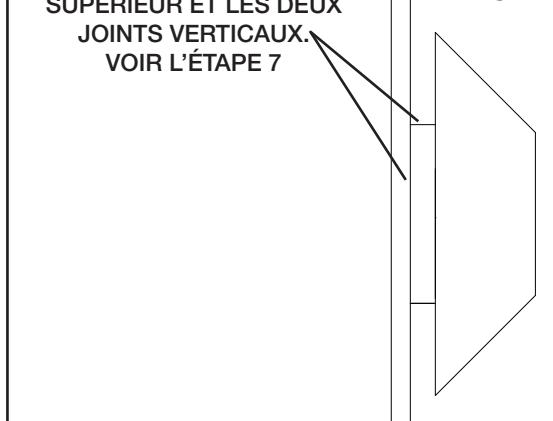

FIGURE 2
- 7) Avec du calfeutrage de silicone RTV, calfeutrer complètement autour du boîtier/joint mural en haut et les deux côtés. Le calfeutrage ne doit pas être appliqué au joint inférieur (voir la figure 2).